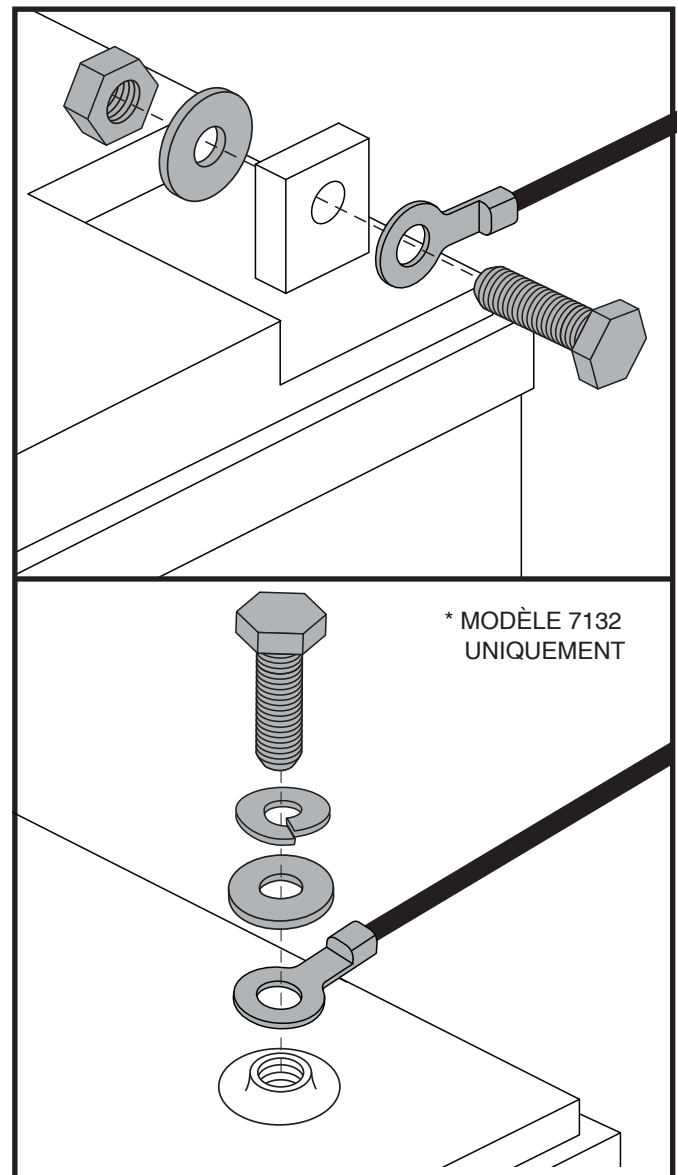

Figure 16. Batterie Borne Matériel
4. Débranchez les câbles des bornes des batteries en soulevant la couvercles des bornes et en desserrant le boulon et l'écrou sur chaque borne. Voir la figure 16.
**MISE EN GARDE!** En cas d'urgence, les batteries peuvent être rapidement déconnectées en tirant vers l'AVANT sur la sangle de déconnexion d'urgence de la batterie. Faites attention. Sachez que couper l'alimentation du scooter peut provoquer un arrêt brusque du scooter. Pour libérer l'arrêt d'urgence et restaurer la capacité de conduite du scooter, retirez le siège et le carénage de la batterie, puis rebranchez le connecteur de la batterie comme illustré à la Figure 16.